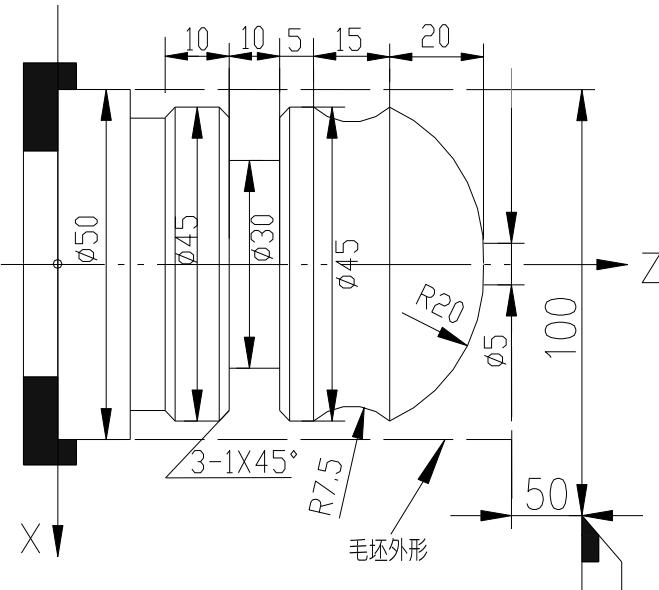

图 7-4-6 加工实例
**示例 5:** 加工下图 7-4-6 工件, 其中棒料为Φ50×100。用三把刀加工: 1号刀-外圆车刀; 2号刀-尖刀; 3号刀-切槽刀, 刀宽3mm。